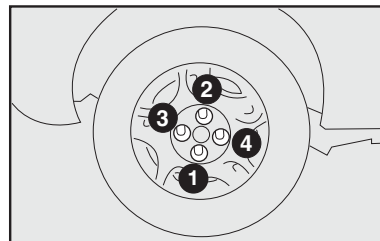

fig. 22
12) Apriete a fondo los tornillos, pasando de un tornillo al otro diametralmente opuesto siguiendo el orden ilustrado en la **fig. 22**.